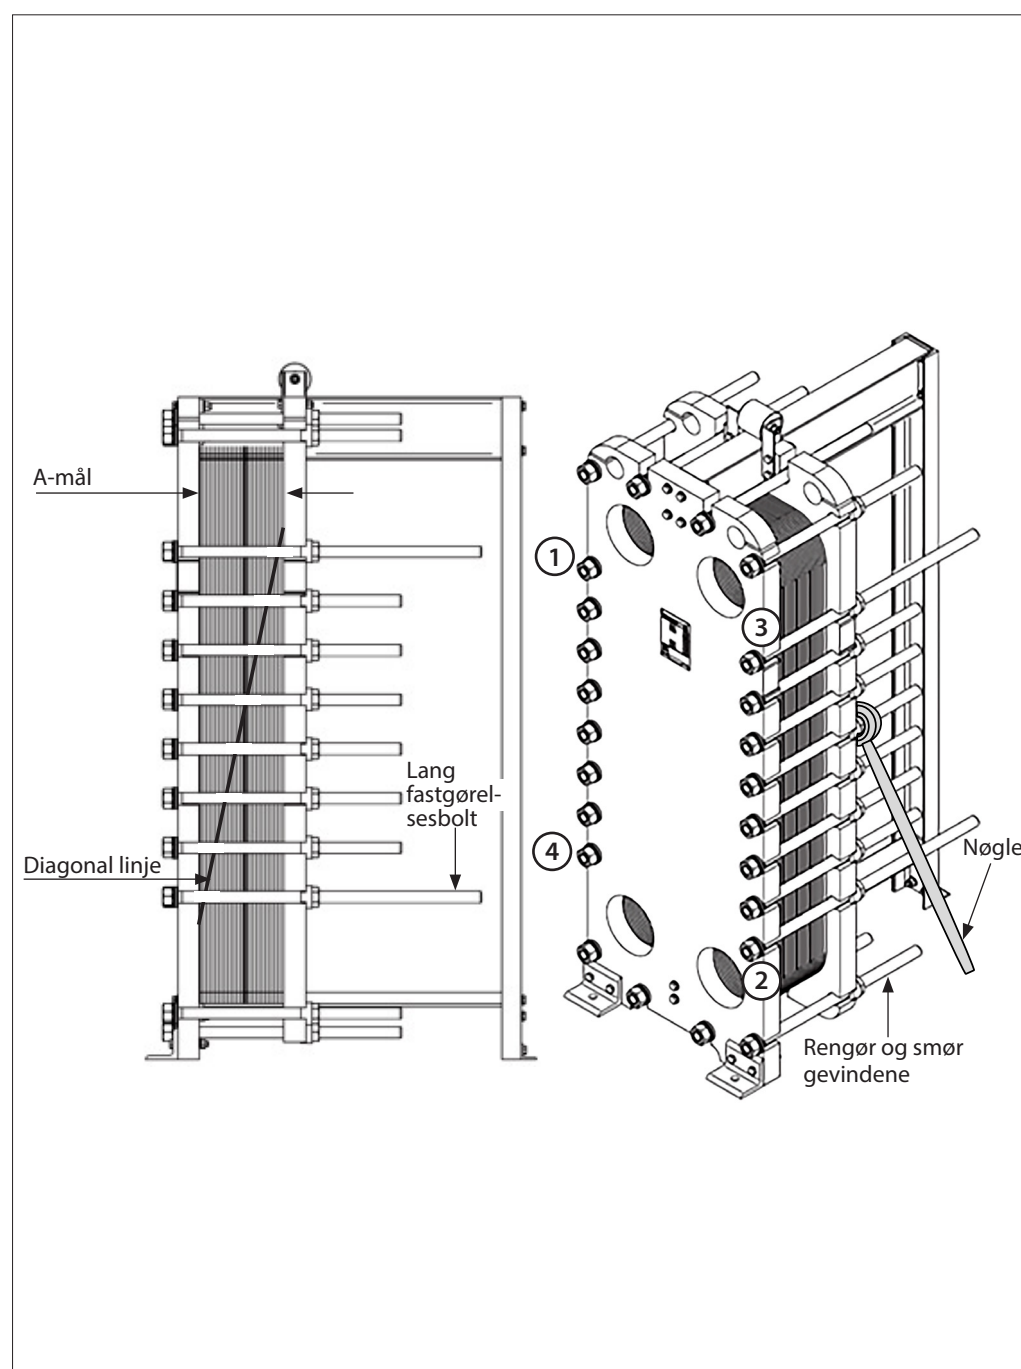

Fig. 10. Åbning af pladevarmeveksleren
- Mærk pladepakken inden åbning. Dette kan gøres med en diagonal linje (se fig. 10) eller ved at nummerere hver enkelt plade i rækkefølge
- Løsn de lange fastgørelsesbolte jævnt i nummerorden 1, 2, 3, 4 (fig. 10), dvs. medbringerrullen skal have en parallel åbningsbevægelse